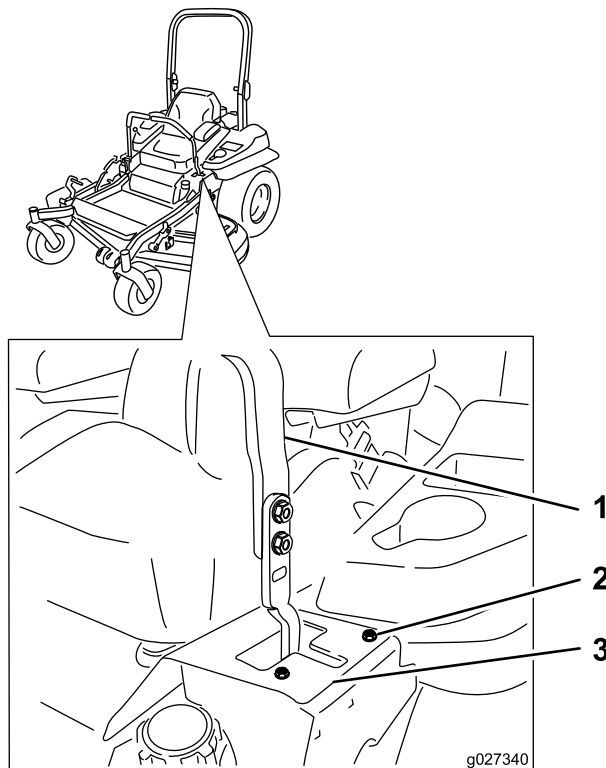

Figura 65
para a ranhura em T esquerda até a máquina ficar a direito (Figura 65).
7. Se a máquina virar para a esquerda, desaperte os parafusos e ajuste a placa do batente direito para a ranhura em T direita até a máquina ficar a direito (Figura 65).
8. Aperte a placa do batente (Figura 65).